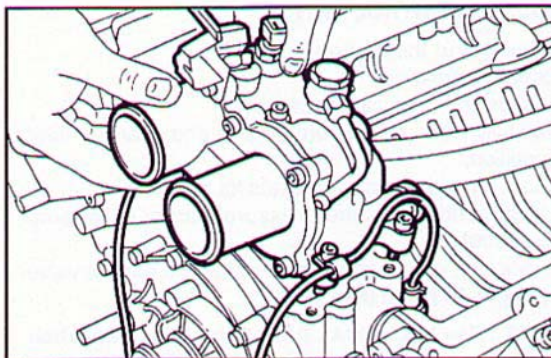

Fig. 237 ▲
- montare il corpo termostato sul basamento motore (Fig. 237), fissando con le viti laterali i passacavi dei due sensori di battito.
- fit the thermostat body on the engine block (Fig. 237), fastening the cable feeds of the two knock sensors with the side screws.